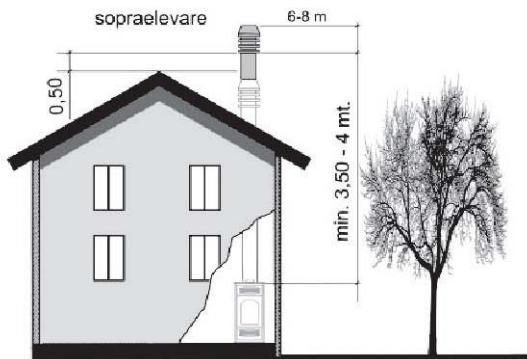

Fig.7
- deve essere posizionato in modo da garantire un'adeguata dispersione e diluizione dei prodotti della combustione e comunque al di fuori della zona di reflusso. Tale zona ha dimensioni e forme diverse in funzione dell'angolo di inclinazione della copertura, per cui risulta necessario adottare le altezze minime riportate in fig.7 e in fig.8.
- Il comignolo dovrà essere del tipo antivento e superare l'altezza del colmo (fig.7 e fig.8).
- Eventuali fabbricati o altri ostacoli che superano l'altezza del comignolo non dovranno essere a ridosso del comignolo stesso (fig.7).